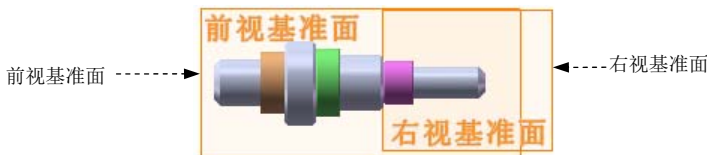

图 4.4.18 选取配合面
Step3. 定义第三个装配配合。在“配合”窗口的“标准配合”区域中单击“重合”按钮 ; 分别选取图 4.4.18 所示“shaft”零件的前视基准面与“bush_3”零件的右视基准面为配合面,系统弹出快捷工具条;在快捷工具条中单击  按钮,完成第三个装配配合。